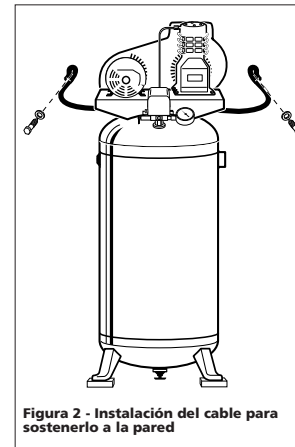

Figura 2 - Instalación del cable para sostenerlo a la pared
2. Coloque el cable en la base tal como se le indica en la Figura 2.